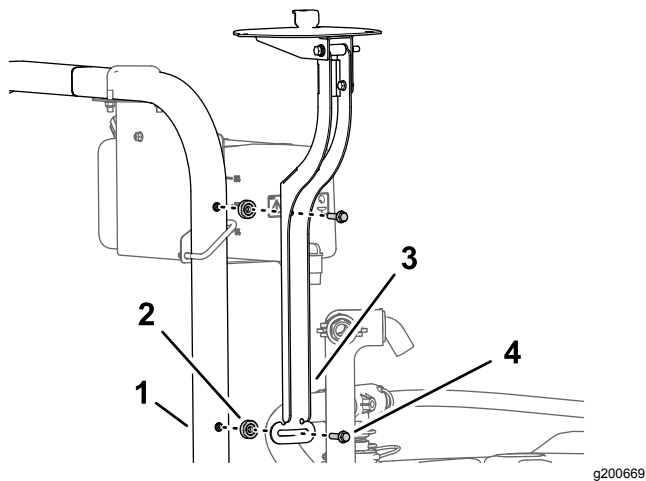

図 156
1. 受信機マウントとスペーサ $\frac{3}{8}$  x 7/16"を ROPS に取り付けるフランジヘッドボルト $\frac{3}{8}$  x 1 $\frac{1}{2}$ "で 図 156 のように取り付ける。